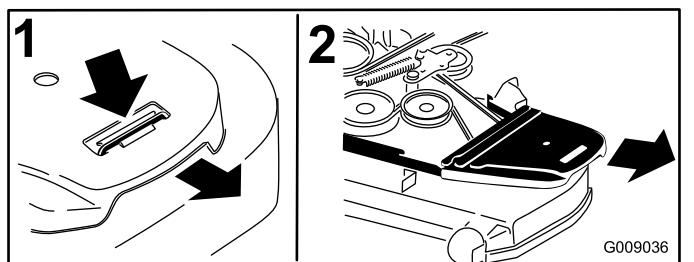

Figura 89
5. Retire la cubierta de plástico de la correa (Figura 89).
4. Retire las cubiertas de la correa (Figura 89).